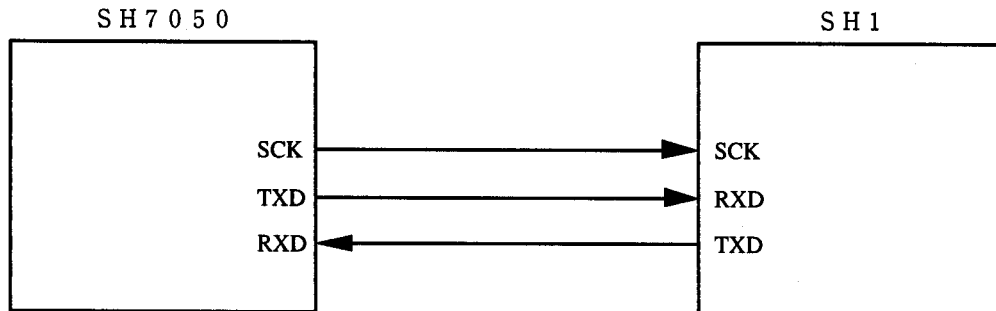

図1 SH7050によるクロック同期式シリアルインタフェースブロック図
- (1) 図1に示すように、SH7050のSCIをクロック同期式モードで使用し、SH1と4バイトのデータを同時に送受信します。
- (2) 転送プロトコルは転送レート1Mbps、データ長8ビット、パリティ無しです。